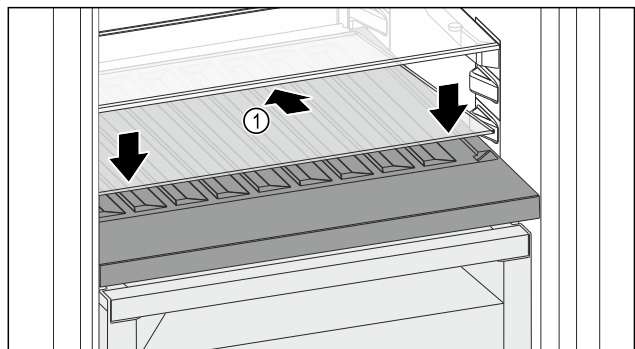

Fig. 112
- Glasplatte Fig. 112 (1) schräg und nach hinten unten geneigt ansetzen.
- Glasplatte Fig. 112 (1) vorne absenken.